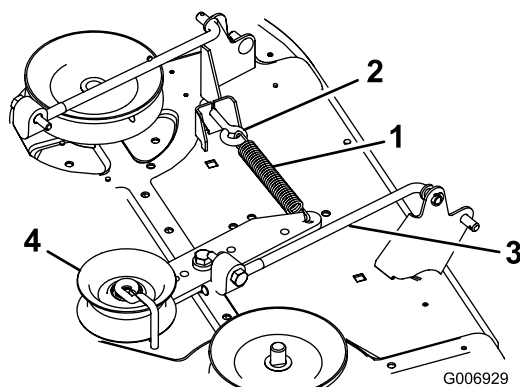

Figure 45
16. Accrochez le ressort du bras de la poulie de tension au boulon à œil du plateau de coupe (Figure 45).